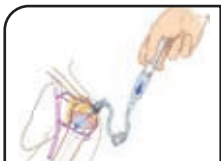

Figura 9
12. Collegare il set di estensione EZ-Connect® al blocco luer dell'attacco del catetere. All'attacco del catetere è possibile collegare qualsiasi set di estensione o tubo di somministrazione standard. Si consiglia l'EZ-Connect, data la sua struttura di basso profilo e l'angolazione a 90 gradi (Figura 9).